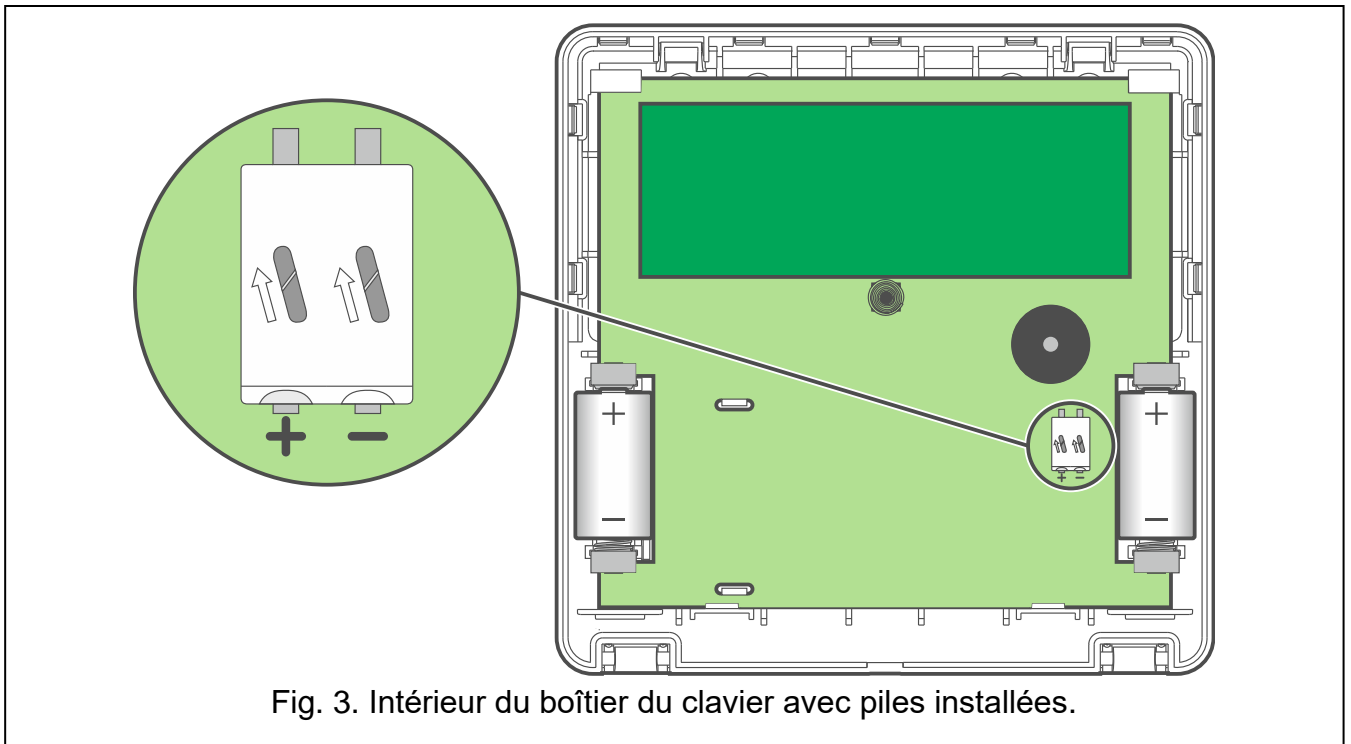

Fig. 3. Intérieur du boîtier du clavier avec piles installées.
11. Si le bloc d'alimentation APS-055 doit être utilisée, connectez les câbles d'alimentation aux bornes « + » et « - » (fig. 3). Utilisez un tournevis plat de 1,8 mm.